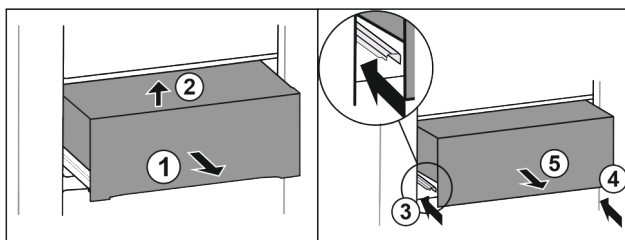

Fig. 30
- ▶ Wyciągnąć szufladę do połowy Fig. 30 (1).
- ▶ Unieść z przodu Fig. 30 (2).
- ▶ Wsunąć lewą szynę Fig. 30 (3).
- ▶ Wsunąć prawą szynę Fig. 30 (4).
- ▶ Wyjąć szufladę do przodu Fig. 30 (5).